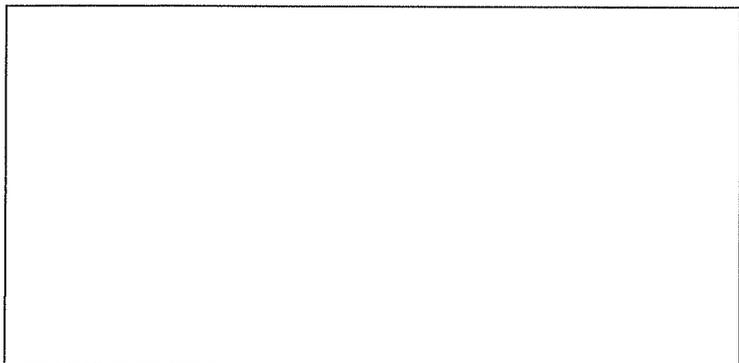
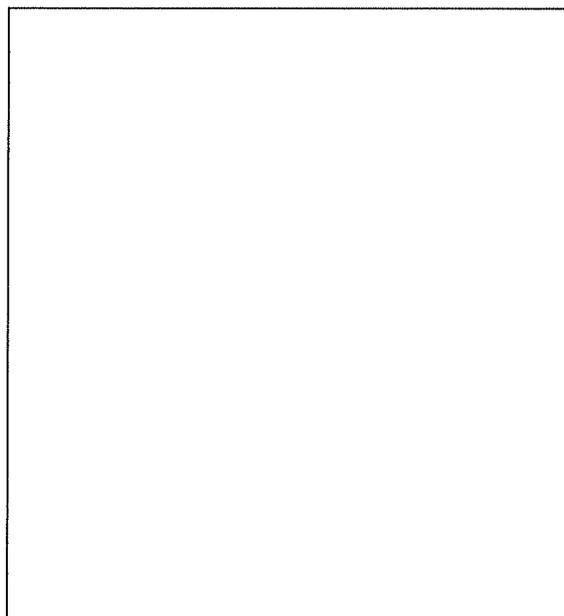

Рис. 35.
Рис. 36.
4. Просверлите в фундаменте 6 отверстий на глубину 130 мм сверлом с диаметром 18 мм (Рис.35). Используйте балку основания в качестве шаблона (Рис. 36).